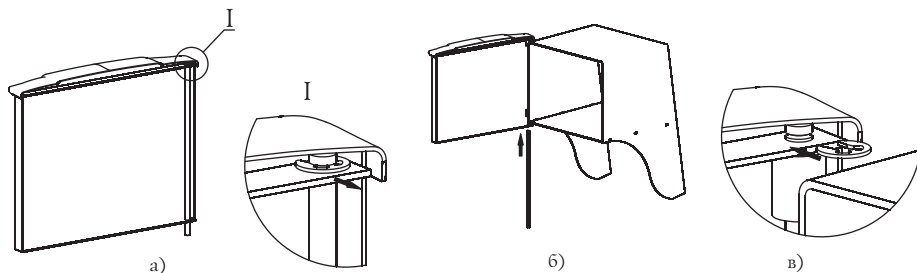

Рисунок 5. Установка дверцы при монтаже печи «Шилка»
1. Извлеките ось из дверцы, предварительно сняв упорную быстросъемную шайбу, рисунок 5.а;
3. Вставьте ось через отверстия снизу вверх, с расположением канавки под шайбу в верхней части оси, рисунок 5.б;